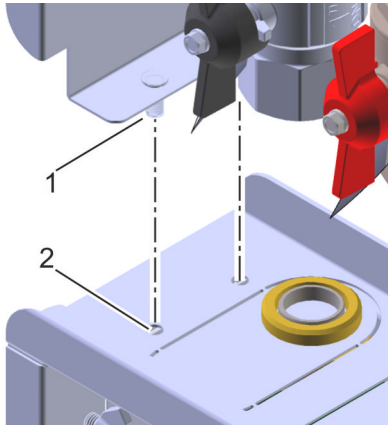

Abb. 38: Aufsetzen
- 6.** ➤ Sicherstellen, dass die Verbindungsstifte (Abb. 38/1) durch die vorgesehenen Löcher (Abb. 38/2) im Heizungsmodul stecken.
- 9.** ➤ Flügelmuttern in 4 Verbindungsstifte (Abb. 38/1) eindrehen.